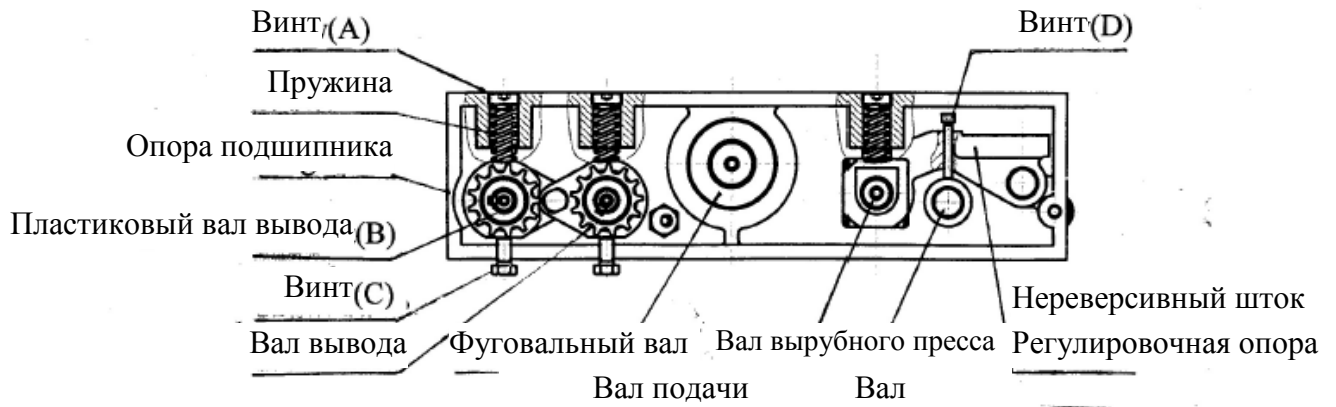

Рисунок 16
1. Регулировка нажатия вала подачи E и вала вывода B была произведена на заводе. В случае если трансмиссионный вал вращается очень быстро, необходимо выполнить регулировку следующим образом (см. рисунок 16): при повороте винта A против часовой стрелки увеличивается сила давления трансмиссионного вала на заготовку, при повороте винта A по часовой стрелке сила давления уменьшается. До завершения фугования поверхность заготовки будет оставаться гладкой. Примечание: Если меньшая сила нажатия приведет к более высокому качеству фугования, то большая сила нажатия приведет к большей фуговальной способности. (Таким образом, толщина заготовки не должна превышать высоту стола вместе с ножом 1~5 мм)
2. Регулировка высоты валов подачи и вывода была произведена на заводе. Однако после длительного использования станка, когда ролики не будут находиться на одинаковом уровне, необходимо выполнить следующие действия: как показано на рисунке 15, отключите питание, разместите фугованную заготовку на рабочий стол. Позвольте столу пройти под роликами. Отрегулируйте винты C и D (они находятся под валами подачи и вывода), поворачивая их по часовой или против часовой стрелки. Затем, на обеих сторонах вала подачи, поверните болты M8 против часовой стрелки и вниз. Вал подачи должен иметь большую силу нажатия для передвижения заготовки. Вал подачи должен размещаться на 1 мм ниже ножевого вала. (см. рисунок 16)
3. Станок имеет режущую способность в 1-6 мм. При необходимости ее можно увеличить до 8 мм, путем регулировки винта D (см. рисунок 16). Поверните винт по часовой стрелке до предела. Теперь режущая способность станка составляет 8 мм.